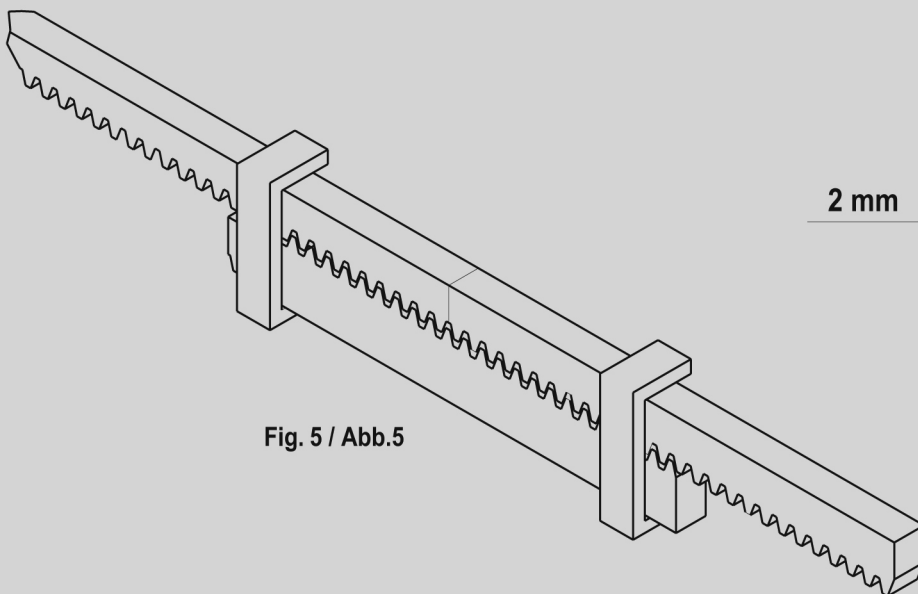

Fig. 5 / Abb.5
11. Pour positionner l'élément suivant de la crémaillère avec les dents parfaitement synchronisées, il est conseillé de bloquer une partie de la crémaillère au moyen de serre-joints et de fixer ensuite les entretoises correspondantes par des points de soudure (fig. 5). Répéter cette opération pour tous les éléments de la crémaillère qui restent à monter. Après avoir contrôlé que tout est en ordre, souder avec soin les entretoises au portail.
11. Para colocar el sucesivo elemento de cremallera con los dientes correctamente en fase, se aconseja bloquear con unas mordazas una pieza de cremallera y fijar los correspondientes distanciadores con puntos de soldadura. (fig. 5). Estas operaciones se repetirán para todos los demás elementos de cremallera que haya que montar. Una vez controlado que todo esté bien colocado, se soldarán con mucha atención los distanciadores a la cancela.
11. To position the next rack element with correctly aligned toothing, it is advisable to lock a section of the rack using holdfasts and fix the relative spacers by spot welding (fig. 5).
11. Um das nächste Element der Zahnstange genau abgestimmt auf die Verzahnung zu positionieren, ist es ratsam, einen Teil der Zahnstange mit Zwingen zu blockieren und die entsprechenden Abstandhalter mittels Punktschweißung zu fixieren (Abb. 5).
11. Om het volgende element van de tandheugel ook in de juiste stand te kunnen monteren, is het verstandig om een deel van de tandheugel met een klem vast te zetten en daarna de betreffende afstandsstukken op een aantal punten vast te lassen. (fig. 5).